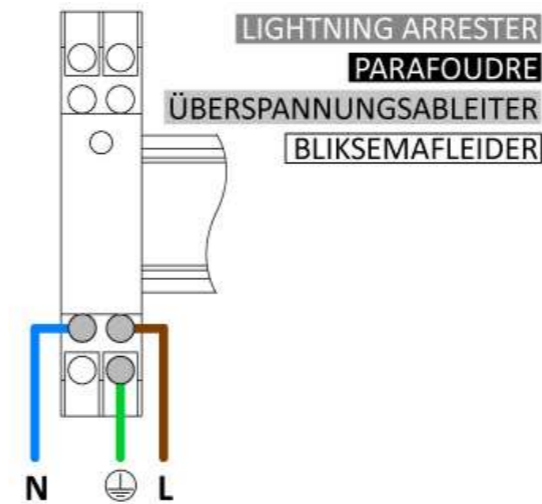

FIGURE 3.
Size and protect cables according to the maximum input/ output current. The mains input cables must be connected to the surge arrester (figure 3).
- Dimensionner et protéger les câbles en fonction du courant d'entrée/ sortie maximum. Les câbles d'entrée secteur doivent être raccordés sur parafoudre (figure 3).
- Fil neutre bleu (N)
- Fil phase marron (L)
- Die Kabel entsprechend dem maximalen Eingangs-/ Ausgangsstrom dimensionieren und schützen. Die Netzeingangskabel müssen an Überspannungsableiter angeschlossen werden (figure 3).
- Blaues Kabel: Neutraleiter (N)
- Braunes Kabel: Phasenleiter (L)
- De afmetingen van de kabels aanpassen afhankelijk van de maximum ingaande/uitgaande stroom en ze beschermen. De ingaande netspanningskabel moeten worden aangesloten op de Bliksemafleider (figure 3).
- Nulleider blauw (N)
- Spanningsleider bruin (L)